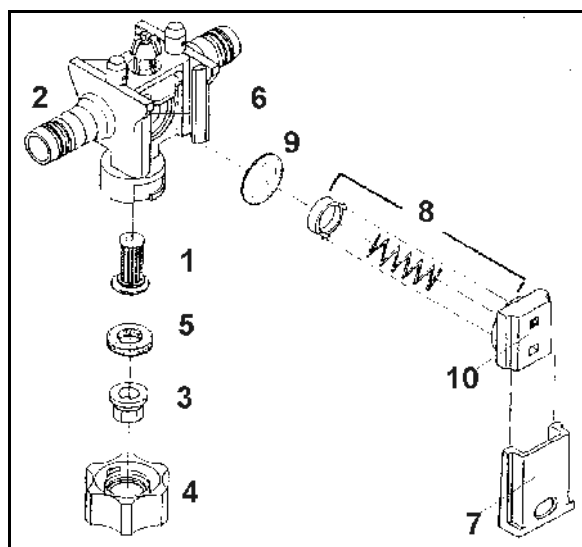

Fig. 177
Skoddets fastgørelse skal kontrolleres fra tid til anden (Fig. 177/7).
- Hertil skal skoddet trykkes så langt ind i dyseholderen (Fig. 177/2) som det er muligt, med et moderat tryk med tommelfingeren.
1. Monter dysefiltret (Fig. 177/1) i dyseholderen nedefra (Fig. 177/2).
2. Dysen (Fig. 177/3) sættes ind i bajonetmøtrikken (Fig. 177/4).
3. Montering af gummipakning (Fig. 177/5) over dysen.
Aflejringer i membransædet (Fig. 177/6) er årsagen, hvis dysen **ikke** drypper, efter at bommen er koblet fra. Membranerne skal så rengøres på følgende måde:
1. Skoddet (Fig. 177/7) trækkes ud af dyseholderen (Fig. 177/2) i retning mod bajonetmøtrikken.
2. Fjederelement (Fig. 177/8) og membran (Fig. 177/9) h tages ud.
3. Membransædet (Fig. 177/6) rengøres.
De skal være opmærksom på, at fjederelementer bliver monteret korrekt. Kanterne i højre og venstre side på huset til fjederelementet (Fig. 177/10) skal pege op mod bomprofilen når den monteres.